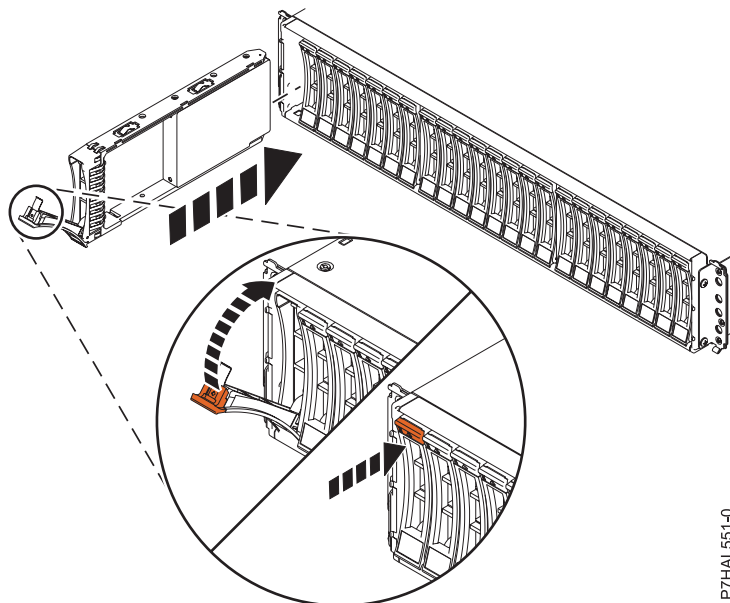

Figure 3. Installation de l'unité de disque dans le 58/87
1. Avec la poignée en position déverrouillée, comme illustré à la figure 3, à la page 9, maintenez l'unité par le dessous pour l'aligner avec les rails de guidage dans l'unité d'extension.